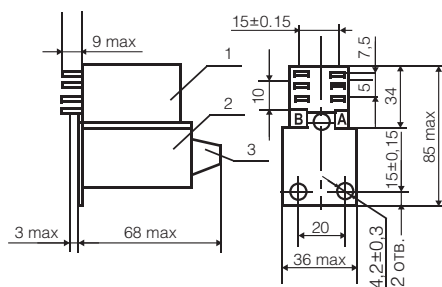

Рисунок 1. Реле без розетки
Реле времени содержит (рис. 1) электромагнитное реле РП21М (поз. 1) и полупроводниковую приставку времени (поз. 2). Регулировка выдержки времени осуществляется с помощью ручки (поз. 3) на лицевой панели.
- без розетки – крепление на панели при помощи двух винтов М4, с ламелями под пайку для заднего присоединения (рис. 1);